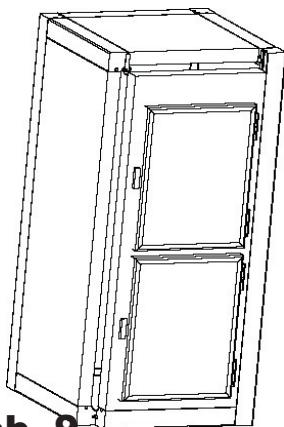

Abb. 9
- Das Frontpaneel mit den Türklappen positionieren und einhaken **Abb. 9**.